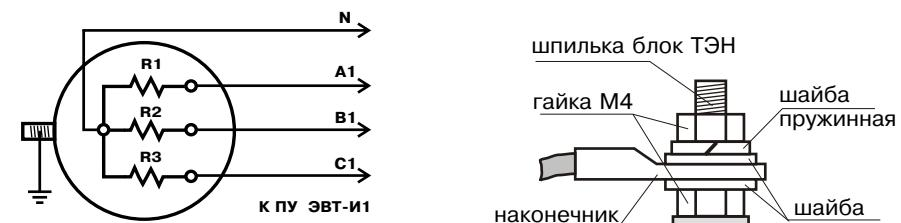
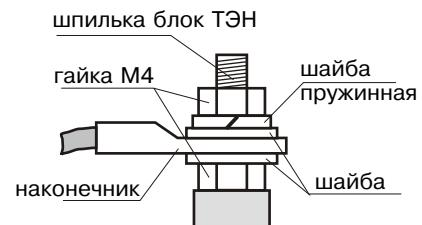

Рис. 2. Схема подключения электроводонагревателя
Рис. 3. Присоединение проводов к выводам блок-ТЭН
В верхнем фланце установлен блок нагревательных элементов (2), который состоит из трех ТЭНов, объединенных в один блок и имеющих резьбовой фланец G 2". Блок нагревательных элементов заворачивается в верхний фланец котла через резиновую прокладку. Схема подключения водонагревателя приведена на рис.2. Подробная схема подключения водонагревателя к панели управления и питающей сети приведена в паспорте на панель управления ПУ ЭВТ-И1.
Подключить электроводонагреватель к панели управления согласно схеме подключения Рис.2 для трехфазного присоединения. Присоединение фазных проводов к выводам блок-ТЭН производить согласно Рис.3. Сечение кабеля указано в таблице1; Провод нейтрали N подключить на перемычку блока-ТЭН. Защитный нулевой провод (РЕ) подключить на болт “ЗАЗЕМЛЕНИЕ”. Для подключения использовать присоединительный комплект (см. п3, поз.4,5,6,7)